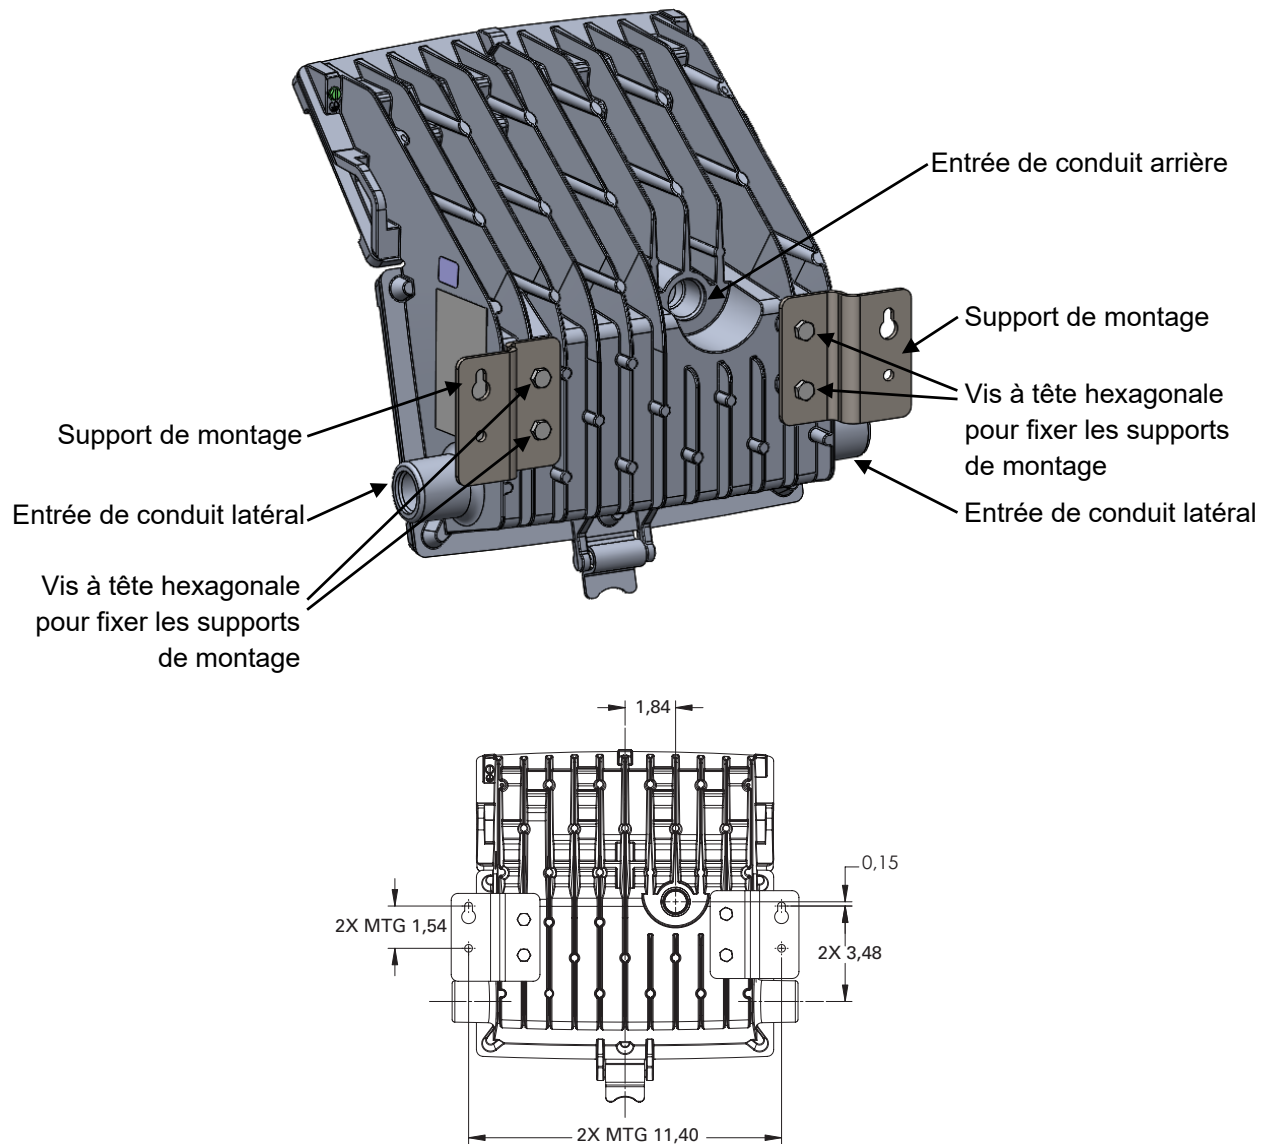

Figure 1
1. Marquer et percer l'emplacement souhaité sur la surface de montage du mur. Les supports de montage sont livrés pré-installés. Le luminaire est fourni avec trois entrées de conduit NPT 3/4 po et deux bouchons non installés (figure 1). Boucher les entrées de conduit qui ne sont pas utilisées. Pour éviter le grippage et garantir l'étanchéité, lubrifier les bouchons de conduit avec le lubrifiant HTL de la série Crouse-Hinds d'Eaton avant l'installation, et serrer les bouchons avec une clé à au moins cinq (5) filetages complets (57-71 Nm [42-52 lb-pi] pour les bouchons de 3/4 po).